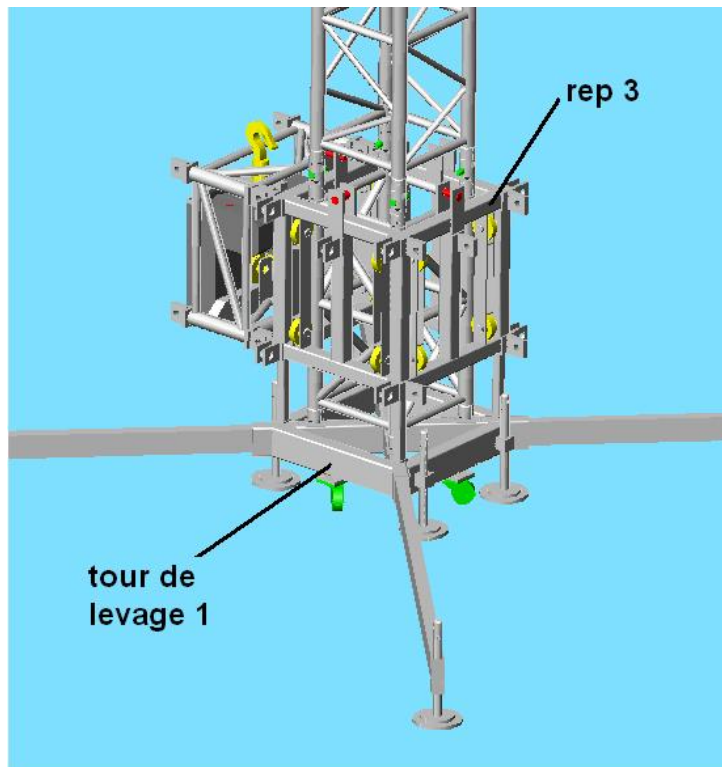

fig.1
- a) Abaisser les chariots élévateurs (rep 3) en bas des 2 tours (fig.1).